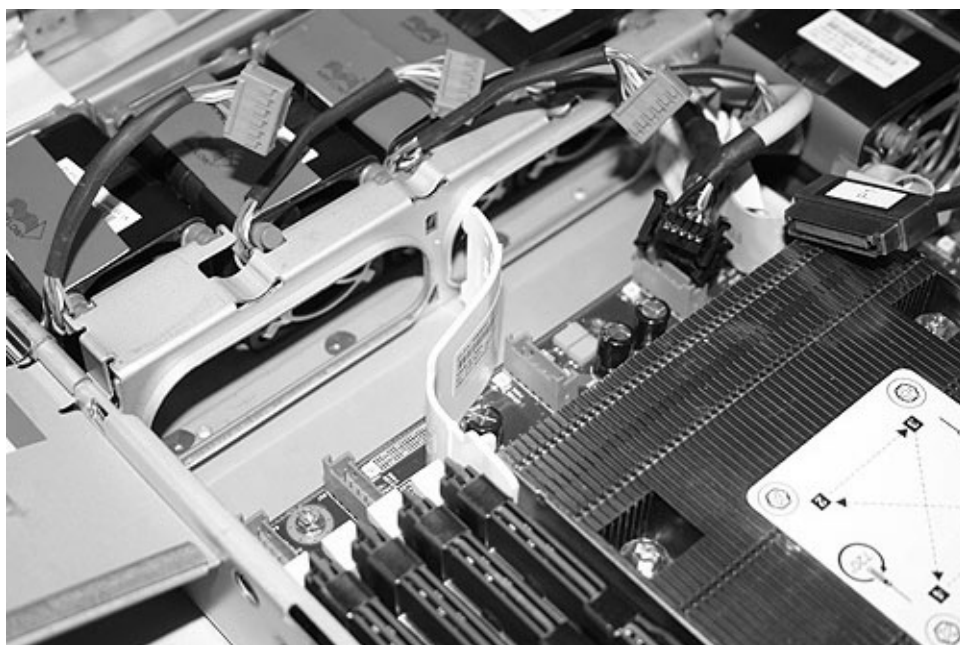

図 238. SAN ボリューム・コントローラー 2145-8G4 システム・ボード上の右側エア・バッフル
10. 右側エア・バッフルを取り外します (図 238 を参照)。最初に、エア・バッフルを右方に引いてから、コネクタを装置の後方に押し、サポート・レールから解放します。次に、バッフルを前方に引いてから上方に引き上げて、クリップをシステム・ボードから解放します。最後にバッフルを持ち上げて外します。